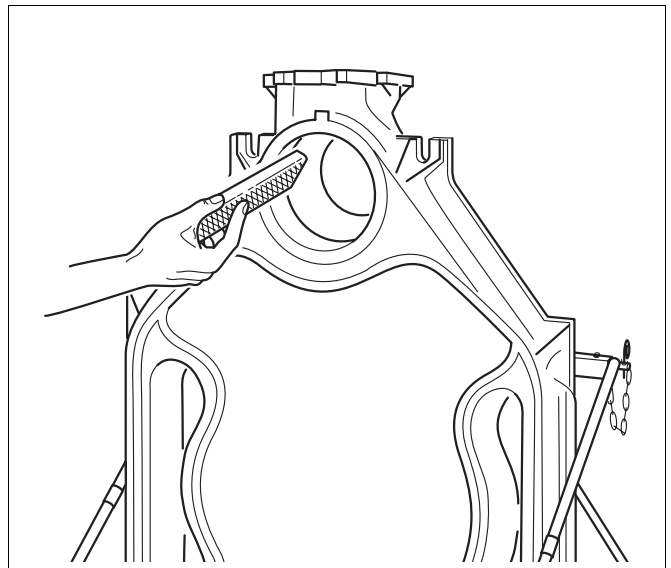

Fig. 12 Limatura della bava
- Limare eventuali bavature presenti sui mozzi (fig. 12).
- Limare eventuali bavature presenti sui mozzi (vedere fig. 12, pag. 18).